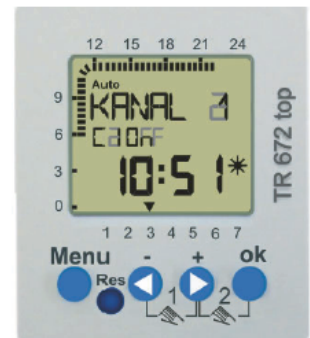

Abb. 12
- Uhrkanal zuordnen** (Abb. 12)